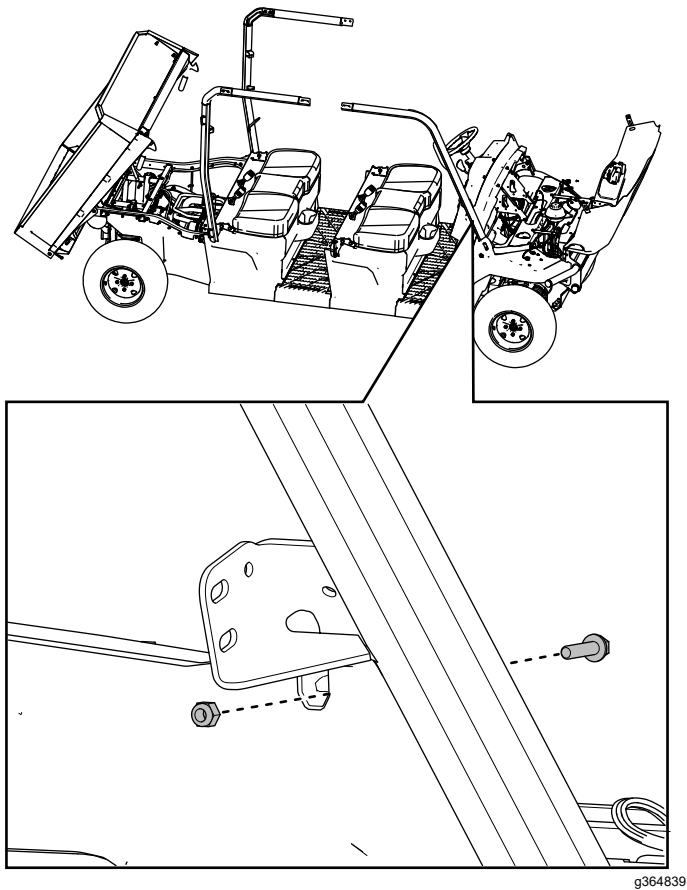

Figura 45
11. Sujete provisionalmente el conjunto derecho delantero la barra antivuelco al salpicadero con 1 perno de cabeza hexagonal con arandela prensada ($\frac{1}{4}$ " x 1") y una contratuerca ($\frac{1}{4}$ "), como se muestra en la Figura 45.